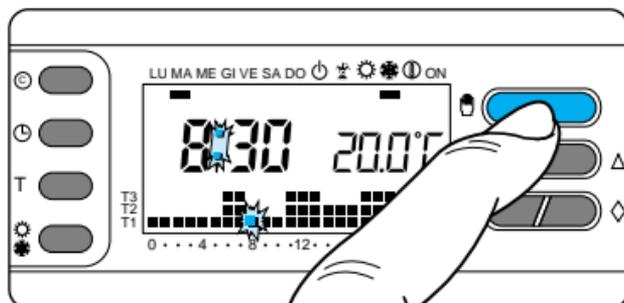

Fig. 34
**Nota.** Si desea volver al funcionamiento AUTOMÁTICO antes de que se cumpla el tiempo programado, pulse el botón  (fig. 34).